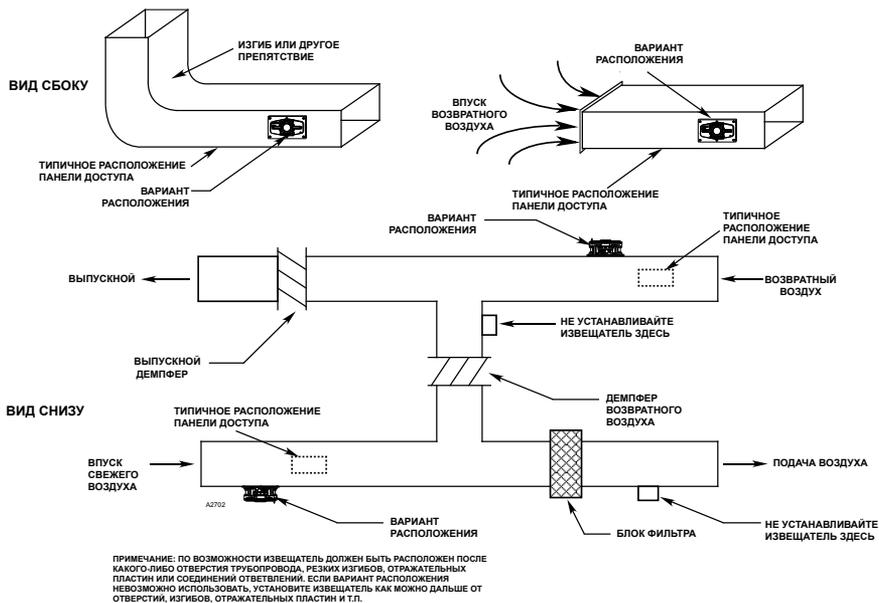

Рисунок 3. Установка набора Q5016 в воздуховод
1. Набор должен устанавливаться в легкодоступном месте на удалении от изгибов, отверстий воздуховода или отражательных пластин, при этом расстояние должно быть равно примерно шестикратной ширине воздуховода (см. рис. 3). В этих местах обеспечивается относительно однородный нетурбулентный поток воздуха. Если в желаемом месте нет панели доступа, то будет необходимо проделать отверстие для доступа выше или рядом с точкой установки, чтобы облегчить крепление Q5016 к стенке воздуховода.